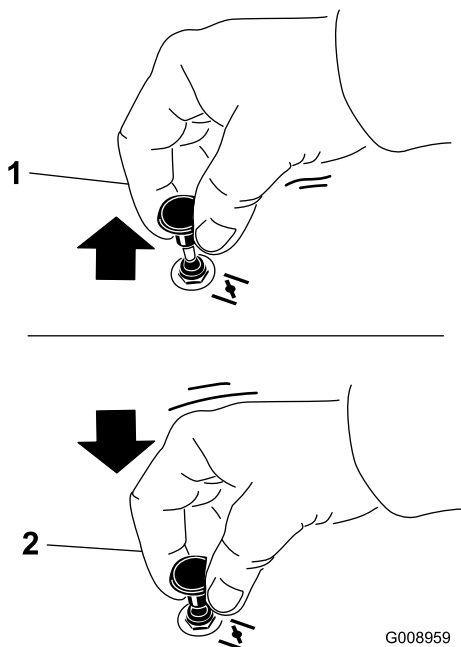

Figura 22
1. Tirate verso l'alto la manopola dello starter per avviarlo prima di utilizzare l'interruttore a chiave (Figura 22).
2. Spingete giù la manopola dello starter per disinnestarlo una volta acceso il motore (Figura 22).